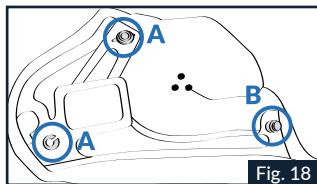

Fig. 18
2.1 Décrocher les deux œilletons « A » du châssis arrière de la boutonnière de la mousse de joue gauche au niveau des deux boutons automatiques (supérieur et avant) situés à l'arrière (Fig. 18).
mousse de joue gauche au niveau des deux boutons automatiques (supérieur et avant) situés à l'arrière (Fig. 18).